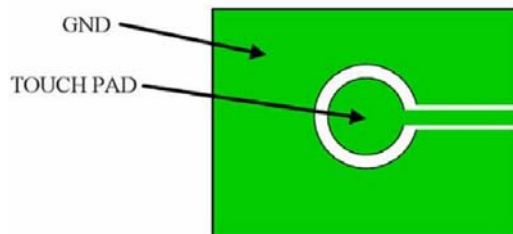

图 6 TOUCH PAD 参考画法
- 4、从 TOUCH PAD 到 IC 触摸输入引脚不要与其他快速跳变的信号线并行或者与其他线交叉。TOUCH PAD 需用 GROUND 保护，请参考图 6。